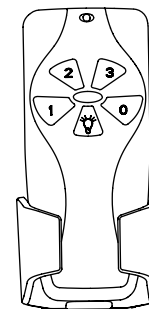

Fig. 27
Étape 3: Les touches contrôlant la vitesse et la lumière du ventilateur sont les suivants: (Fig 27)